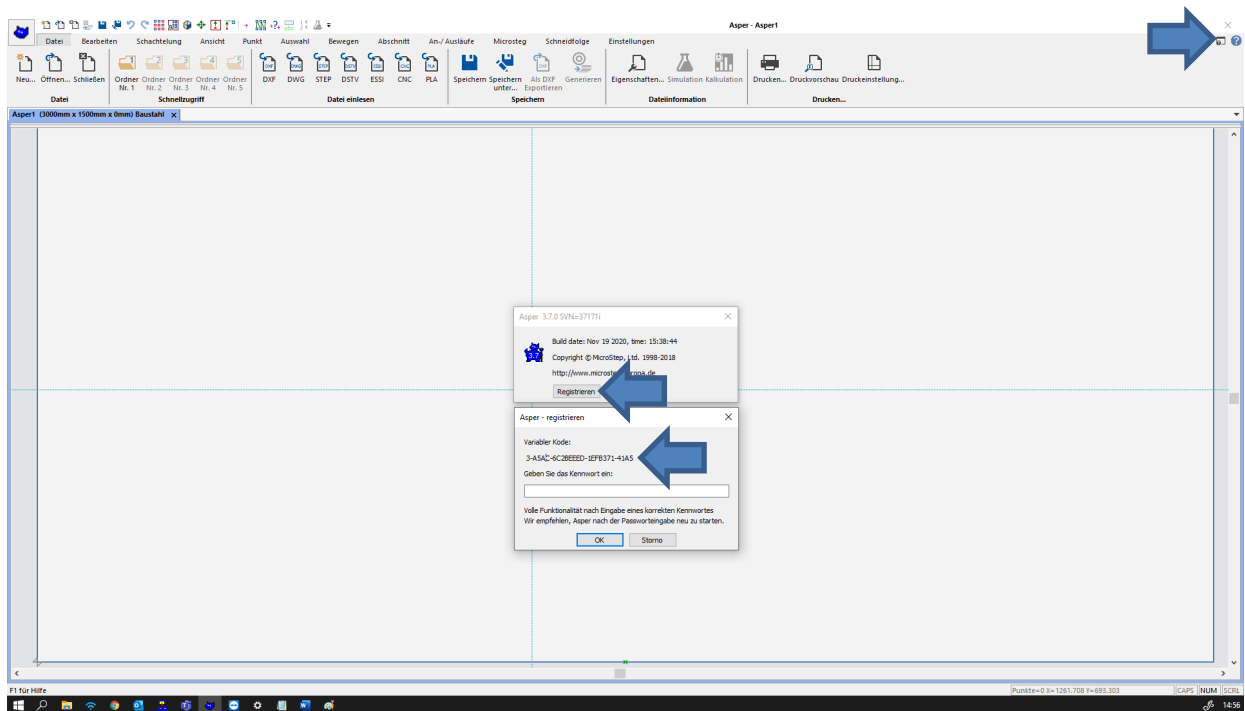

Abbildung 1 (Neue Bedienoberfläche)
1. Die aktuelle Version Ihrer Software kann unter dem folgenden Link bezogen werden: <http://www2.microstep.sk/mcam/index.php> (nur für die Versionen 3.6 & 3.7). Bitte beachten Sie dabei die Version Ihrer Lizenz. Diese kann bei bestehenden Installationen (wie auf Abbildung 1 und 2 zu sehen) kontrolliert werden (z.B. 3.7). Ältere Installationsdateien der Software können unter software@microstep.com angefragt werden.